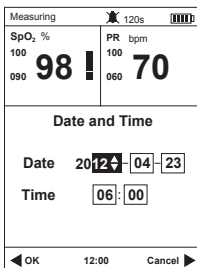

図3.2
- 2) ナビゲーションボタンで「日付と時刻」を選択し、OKボタンを押して日付設定画面を開きます（図3.2を参照）。